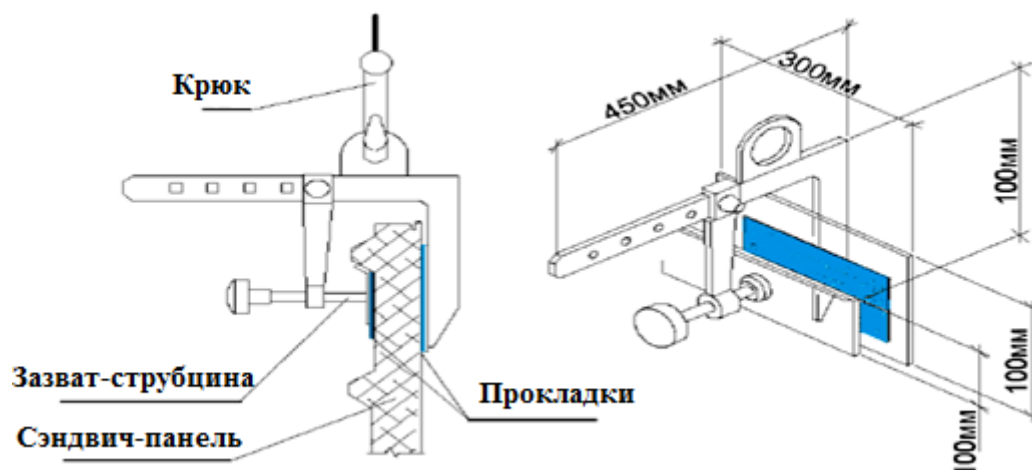

Рис.3. Схема строповки панелей захватом-струбциной
- Стropовка панели выполняется также с помощью зажима-струбцины (рис.3);